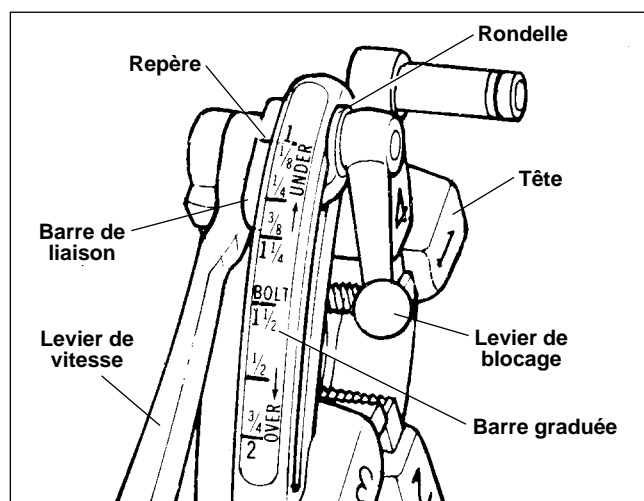

Figure 11 – Tête de filière universelle à ouverture rapide
6. Tête de filière à ouverture rapide N° 811A (*Figure 11*) – Lorsque l'extrémité du tuyau en cours de filetage arrive à fleur de l'extrémité de la filière numéro 1, tournez le levier d'embrayage à la position OPEN (ouverte) pour ramener les filières.
La tête de filière universelle N° 811A (Figure 11) pour filetages à droite utilise quatre jeux de filières pour couvrir le filetage des tuyaux allant de $\frac{1}{8}$ à 2 po de diamètre. Un jeu de filières est nécessaire pour chacune des sections suivantes : ($\frac{1}{8}$ po), ($\frac{1}{4}$ à $\frac{3}{8}$ po), ($\frac{1}{2}$ à $\frac{3}{4}$ po) et (1 à 2 po). Le filetage des tiges nécessite un jeu de filières spécial pour chaque section de tige. Il n'est pas prévu de filières à boulons pour les têtes de filière universelles à filetage à gauche.